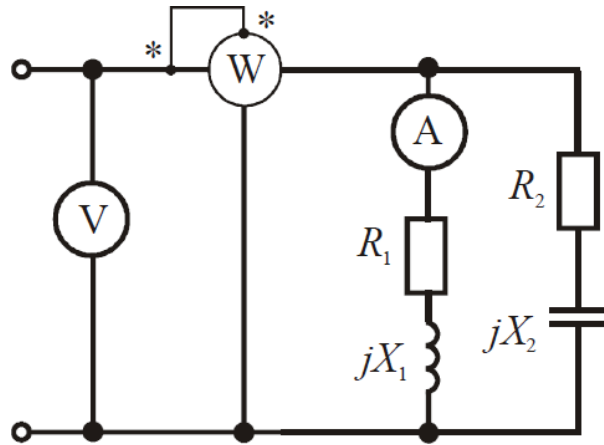

Рис. 2
**Задача 3.** В цепи (рис. 2) активные и реактивные сопротивления ветвей соответственно равны  $R_1, X_1$  и  $R_2, X_2$ . Ток, измеренный амперметром,  $I_1$ . Определить: а) показания вольтметра и ваттметра; б) коэффициент мощности на зажимах цепи. Расчет выполнить методом комплексных чисел. Построить векторную диаграмму.